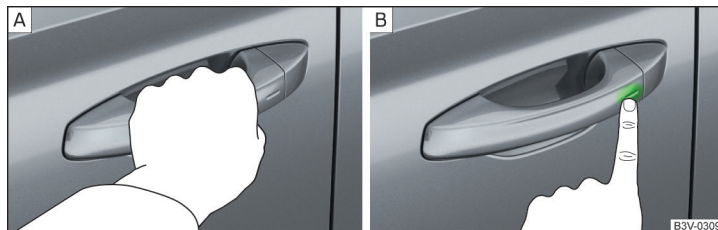

Fig. 32 Descuierea / încuierea autovehiculului
- > Trageți de mânerul portierei, pentru a **descuia** autovehiculul » fig. 32 - A.
- > Pentru a **încuia** autovehiculul, atingeți cu degetul senzorul din mânerul portierei » fig. 32 - B.